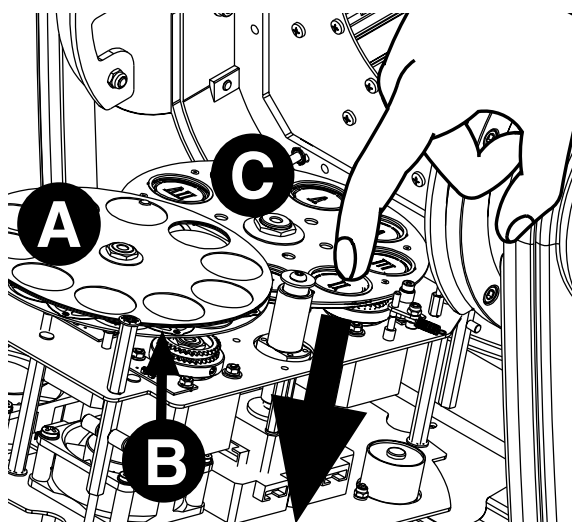
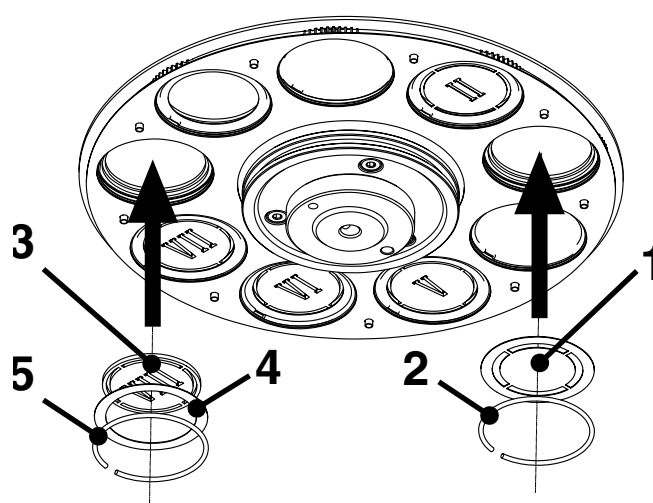

Abb.1
Abb.2
Metal: Nach Öffnen der Maschine den auszutauschenden Gobo ermitteln und leicht nach unten drücken, (Abb.1) um auf diese Weise die Feder und den Gobo herauszunehmen. Darauf achten, dass diese nicht in das Maschineninnere fallen und den neuen Gobo(1) wie auf (Abb.2) einfügen, die Sperrfeder einsetzen(2).
Dicro: Nach Öffnen der Maschine den auszutauschenden Gobo ermitteln und leicht nach unten drücken, (Abb.1) um auf diese Weise die Feder, den Ring und den Gobo herauszunehmen. Darauf achten, dass diese nicht in das Maschineninnere fallen und den neuen Gobo (3) wie auf (Abb.2) einfügen. Den Ring (4) und die Sperrfeder einsetzen. (5).